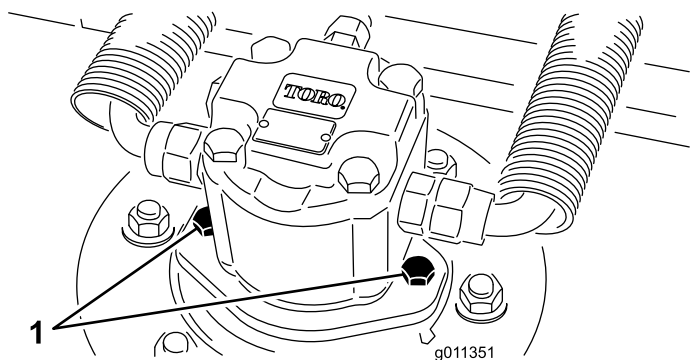

図 84
2. デッキから油圧モータを外す 図 84。異物がつかないように、スピンドル上部にはカバーを掛けておく。
4. デッキに油圧モータを取り付ける 図 84。Oリングを忘れずに、また、損傷させないように注意して取り付ける。